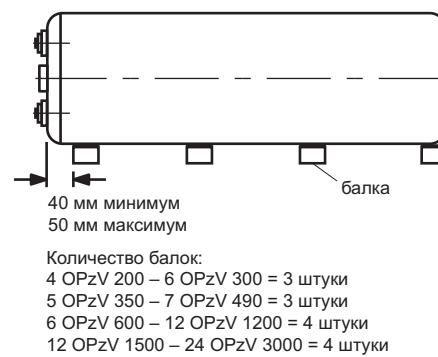

Рис. 1
- 2.5 При горизонтальной установке блоков/элементов, пожалуйста, убедитесь, что крышка корпуса не опирается на балку (см. рис.1) и отсутствует какое-либо давление на крышку (например, вследствие того, что блок/элемент опирается на выступающую крышку).
3.3 При горизонтальной установке блоков/элементов пожалуйста, убедитесь, что выступающая крышка корпуса не опирается на балку (см. рис.1).